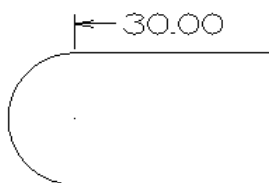

图 4.1.17 第一端
- ☒ **第一个** 单选项：用于设置显示标注文字第一端的尺寸线，如图 4.1.17 所示。